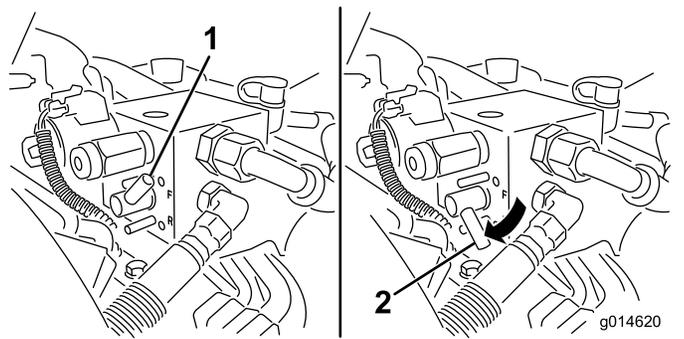

図 50
5. バックラップレバーを逆転R位置にセットする 図 50。